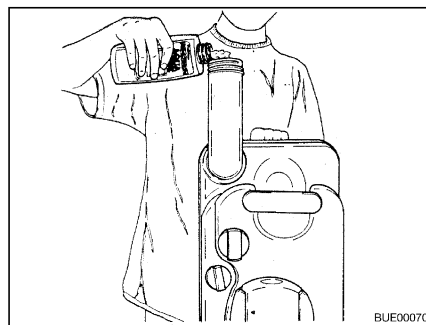

Bild 190 Fylla på sanitetsvätska
- Fyll på angiven mängd sanitetsvätska i latrintanken (Bild 190).